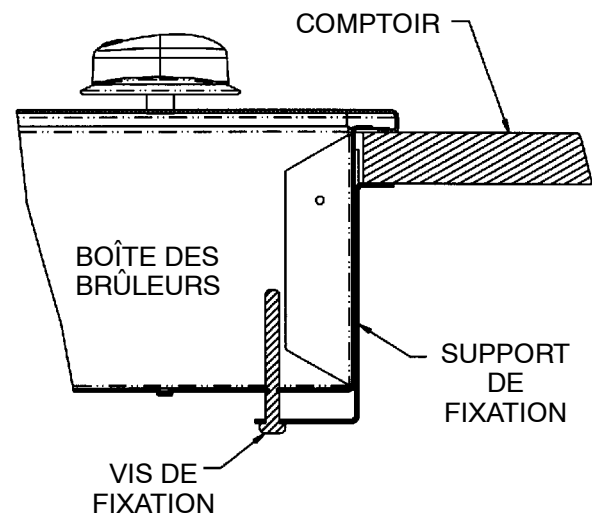

FIGURE 18
4. Enlever les supports de fixation (voir la figure 18).